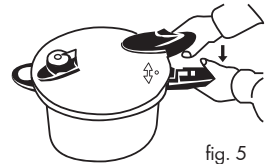

fig. 5
2. Druk licht op het deksel en draai het met de klok mee totdat de twee handgrepen op gelijke hoogte zijn (Fig. 5).